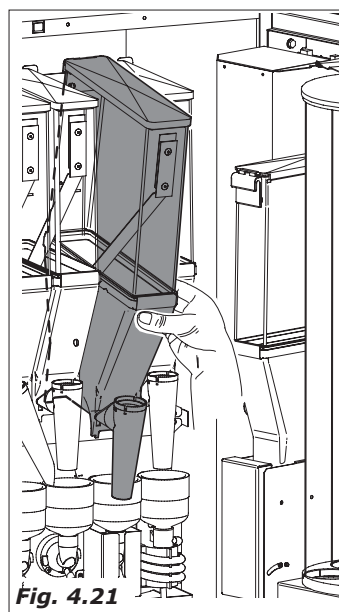

Fig. 4.21
- Rimuovere tutti i contenitori prodotti dal distributore (Fig.4.21).